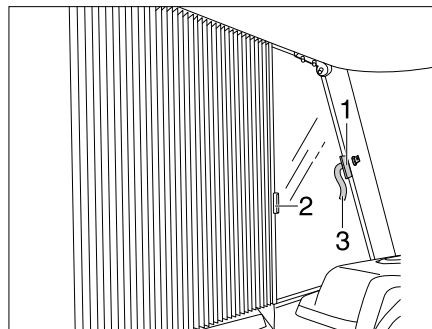

Bild 14 Sichern faltverdunklung Fahrer-/Beifahrerfenster
- Die faltverdunklungen für das Fahrerfenster und das Beifahrerfenster mit den Griffen (Bild 14,2) unter die Abdeckungen schieben und mit den Klettverschluss-Schlaufen sichern (Bild 14,1 und Bild 14,3). Die faltverdunklung ist gesichert.